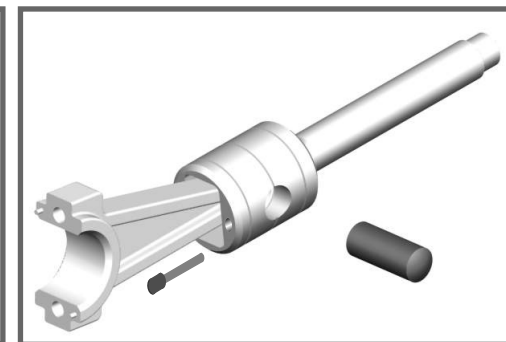

Fig. 57
- 2- Retirar o parafuso de aperto na extremidade do pistão. (Fig. 57)